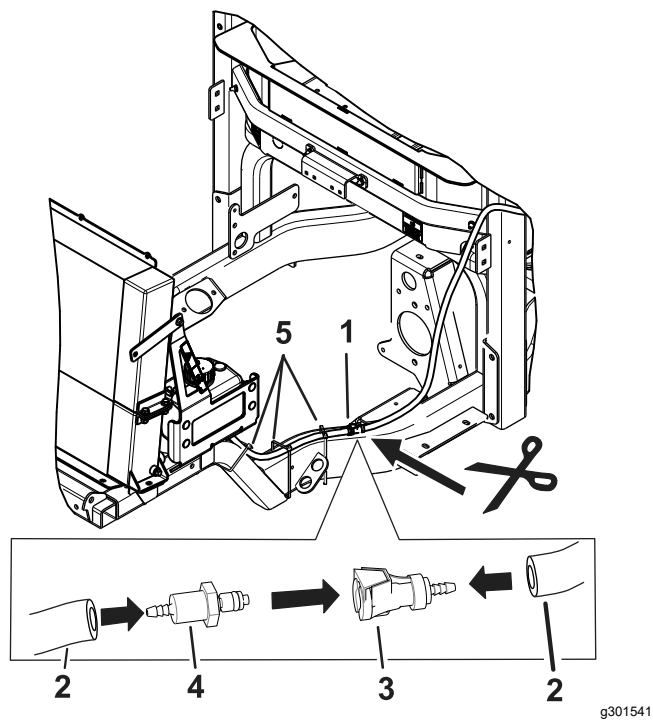

Рисунок 28
1. Проложите шланги вдоль рамы и назад к бачку стеклоомывателя (Рисунок 28).
4. Отрежьте шланг в месте, показанном на Рисунок 28.
5. Установите штуцеры, как показано на Рисунок 28.
6. Закрепите шланг при помощи пластиковых стяжек (Рисунок 28).